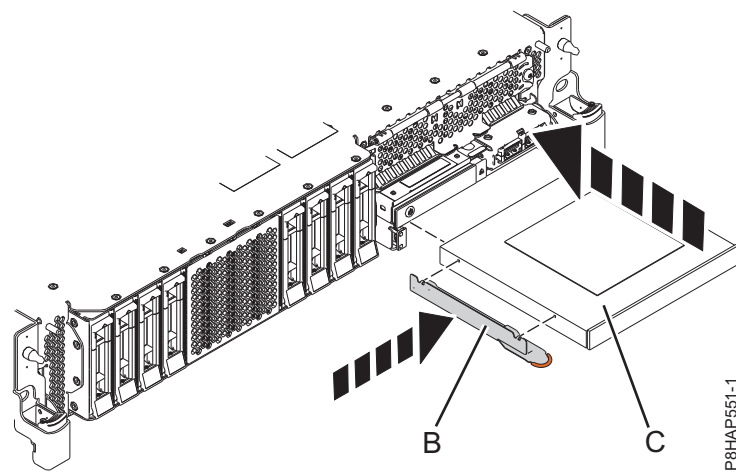
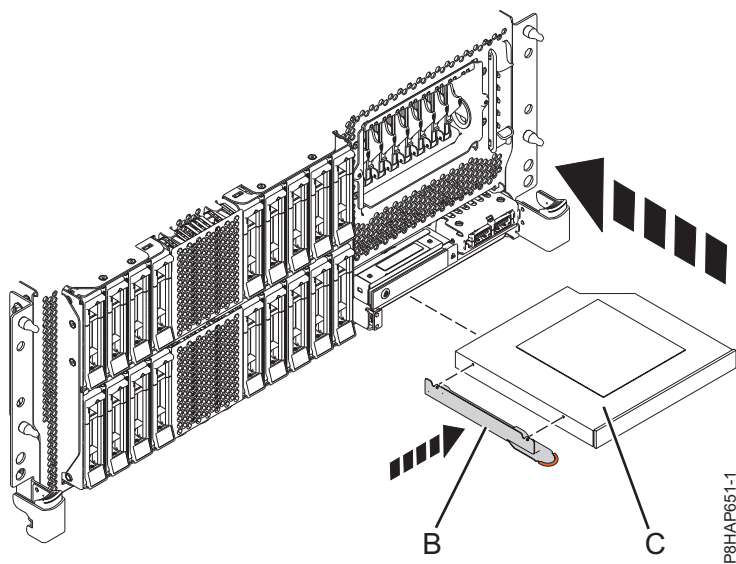
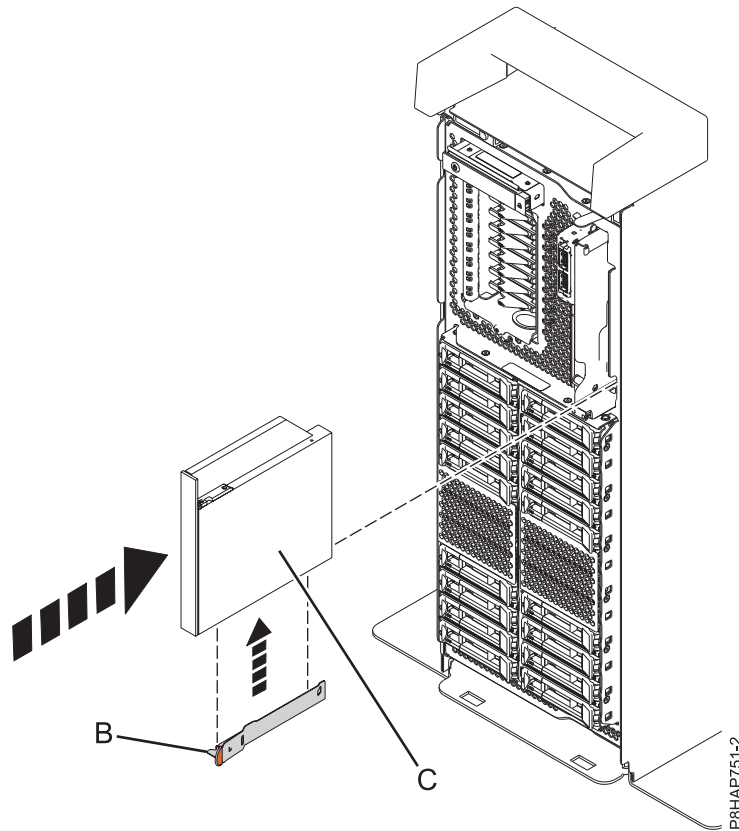

Figura 6. Instalación de un dispositivo de soporte extraplano en un sistema 8284-21A o 8284-22A
Figura 7. Instalación de un dispositivo de soporte extraplano en un sistema 8286-41A o 8286-42A montado en bastidor
Figura 8. Instalación de un dispositivo de soporte extraplano en un sistema autónomo
5. Conecte la abrazadera de retención (B) al nuevo dispositivo de soporte extraplano, como se muestra en la Figura 6 en la página 11 para un sistema 8284-21A o 8284-22A; la Figura 7 en la página 11 para un sistema 8286-41A o 8286-42A; o la Figura 8 en la página 12 para un sistema 8286-41A autónomo.
6. Alinee el dispositivo de soporte extraplano (C) con la bahía de soporte y aguante la parte inferior del dispositivo mientras lo desliza hasta la mitad en el sistema.
Para un sistema 8284-21A o 8284-22A, consulte la Figura 6 en la página 11; para un sistema 8286-41A o 8286-42A montado en bastidor, consulte la Figura 7 en la página 11; o bien, para un sistema 8286-41A autónomo, consulte la Figura 8 en la página 12.